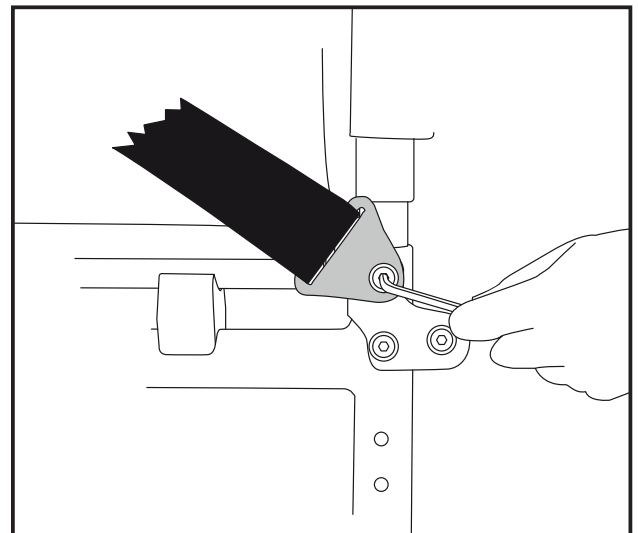

Abbildung 46
- Befestigen Sie den Beckengurt wie in Abbildung 46 gezeigt. Verwenden Sie die zuvor herausgeschraubte Schraube.